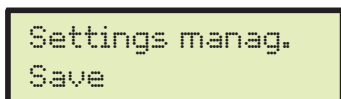

Fig. 72
- Select Save (Fig. 72) and press **OK**;